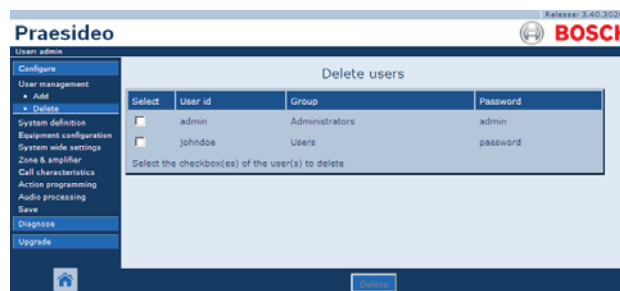

рисунок 42.5: Удаление пользователя, шаг 1
- Перейдите *Configure > User management > Delete*. В основной части веб-интерфейса откроется экран, подобный экрану, приведенному на рисунок 42.5.